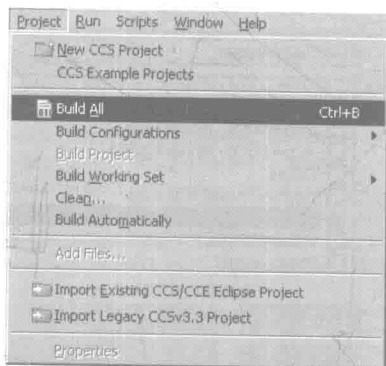

图 1-1-6 编译所有工程
③ 如需编译所有工程,也可以使用菜单栏中的 Project→Build All 命令编译所有工程,如图 1-1-6 所示。